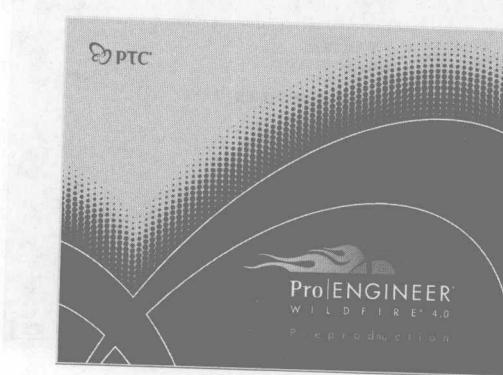

图 1-15 启动界面
(11) 等安装完毕后，单击【下一个】按钮回到 Pro/ENGINEER Wildfire 4.0 选项界面，如不需要其他安装，即可单击【退出】按钮。
(12) 双击桌面上的 Pro/ENGINEER 快捷方式图标，将会显示启动界面如图 1-15 所示。再稍等一会，会弹出如图 1-16 所示的工作界面。